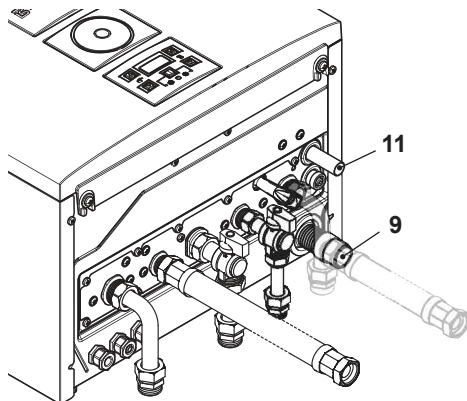

Figura 5.4
- Conecte la descarga de la válvula de seguridad (Figura 5.4) a un embudo de descarga
- Introduzca el tubo flexible de descarga de condensado 9 (Figura 5.4) en el conducto de desagüe de condensado doméstico o en el embudo de descarga de la válvula de seguridad, siempre que el desagüe sea apto para recibir condensado ácido.